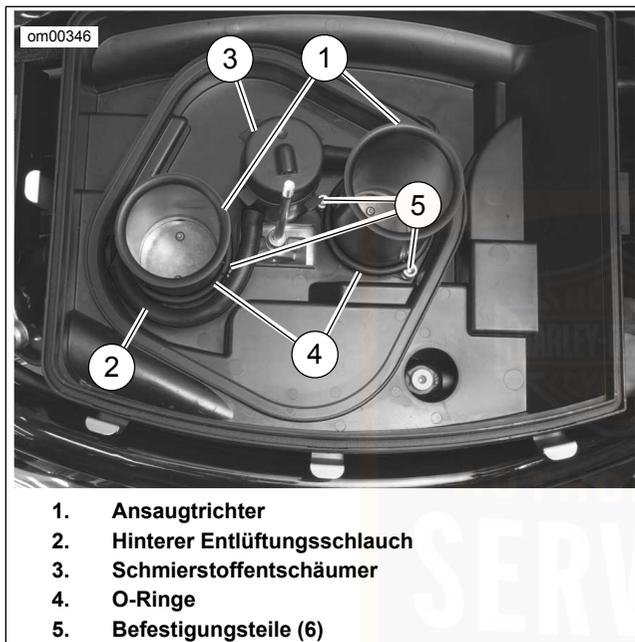

Abbildung 49. Ansaugtrichter
4. Siehe Abbildung 49. Hinteren Entlüftungsschlauch (2) abklebmen.
5. Den O-Ring (4) an jedem Ansaugtrichter (1) nach oben schieben, um Zugang zu den drei Befestigungsteilen (5) zu erhalten. Befestigungsteile herausschrauben und die Ansaugtrichter abheben.
13. Siehe Abbildung 49. Den hinteren Entlüftungsschlauch durch die Bohrung an der Rückseite der Bodenplatte einschieben. Daran ziehen, bis der Schlauch gut abgedichtet ist.